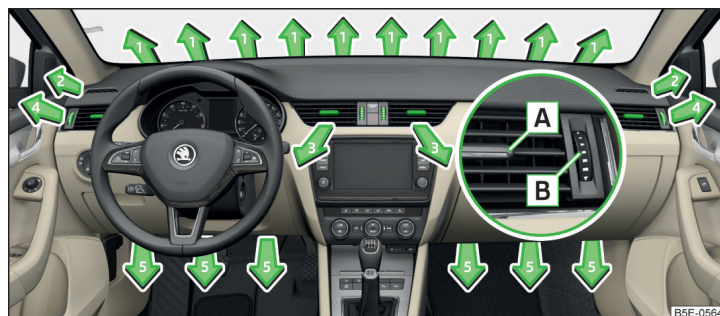
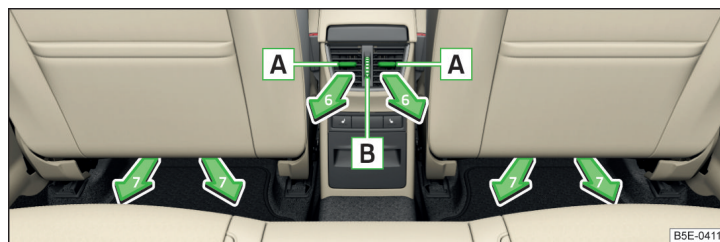

Fig. 138 Difusores de aire delanteros
Fig. 139 Difusores de aire traseros
En los difusores de aire **3, 4** » fig. 138 y **6** » fig. 139 se puede modificar el sentido de la corriente de aire, y los difusores se pueden también cerrar y abrir individualmente.
- » Mueva las láminas horizontales mediante el elemento de ajuste variable **A** » fig. 138 y/o » fig. 139 hacia arriba o abajo para cambiar la altura de la corriente de aire.
- » Mueva las láminas horizontales mediante el elemento de ajuste variable **A** » fig. 138 y/o » fig. 139 hacia la izquierda o derecha para operar el sentido lateral de la corriente de aire.
- » Gire el regulador **B** » fig. 138 y/o » fig. 139 hacia arriba.
- » Gire el regulador **B** » fig. 138 y/o » fig. 139 hacia abajo.
Ajustar la dirección de salida de aire	Difusores de aire activos » fig. 138 y » fig. 139